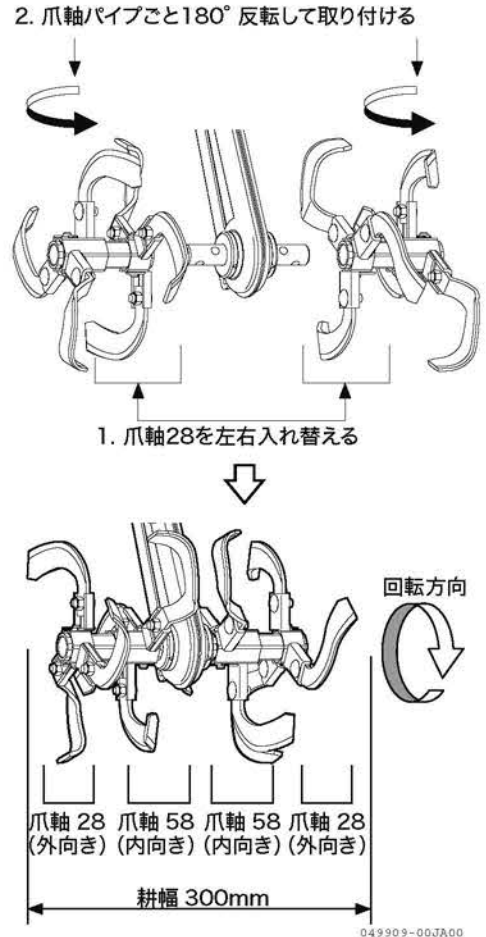

図 3-22 逆転外向き (1)
1. 「耕うん作業(出荷状態)」の状態から内側の爪軸28を左右入れ替えて爪軸58と、爪軸28の爪の向きを同じ方向にします。(図 3-22)
2. 爪軸パイプごと180° 反転して取り付けます。(図 3-22)